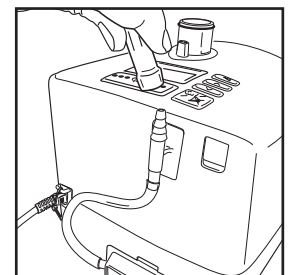

Fig. 26
Für die Sauerstofftherapie sollte der Sauerstoffzufuhrsatz mit Verlängerung 900PT402 am Gerät installiert sein (siehe Abb. 26). Sollte sie nicht vorhanden sein, wenden Sie sich an Ihren Fachhändler.
Die Spalten stellen den Bereich der möglichen Flusseinstellungen des Gerätes dar. Die Zeilen stellen den Bereich der Sauerstoffflusseinstellungen dar, die an den in Abb. 26 dargestellten Sauerstoffanschluss angeschlossen werden können.
- Prüfen Sie, dass der gesonderte Sauerstoffzufuhranschluss (900PT402) an der Geräterückseite (Abb. 26) ordnungsgemäß mit dem Filterhalter verbunden ist. Prüfen Sie außerdem, dass der Filterhalter ordnungsgemäß mit dem Gerät verbunden ist.
- Schließen Sie den Ausgang der Sauerstoffquelle an den gesonderten Sauerstoffeingang an der Rückseite des Gerätes an. Der Sauerstoffschlauch muss dabei fest auf diesem Anschluss aufsitzen (Abb. 26). Prüfen Sie, dass der Sauerstofffluss für die Therapie mit dem myAIRVO auf den korrekten Wert eingestellt ist.